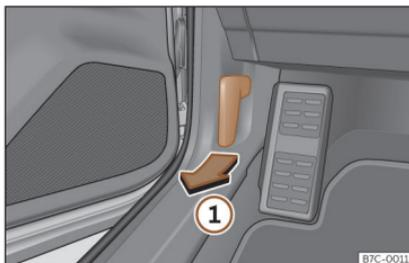

Fig. 192 Levier de déverrouillage sur le plancher, côté conducteur.
- Ouvrez la porte et tirez le levier situé sous le combiné d'instruments»» fig. 192 ①.